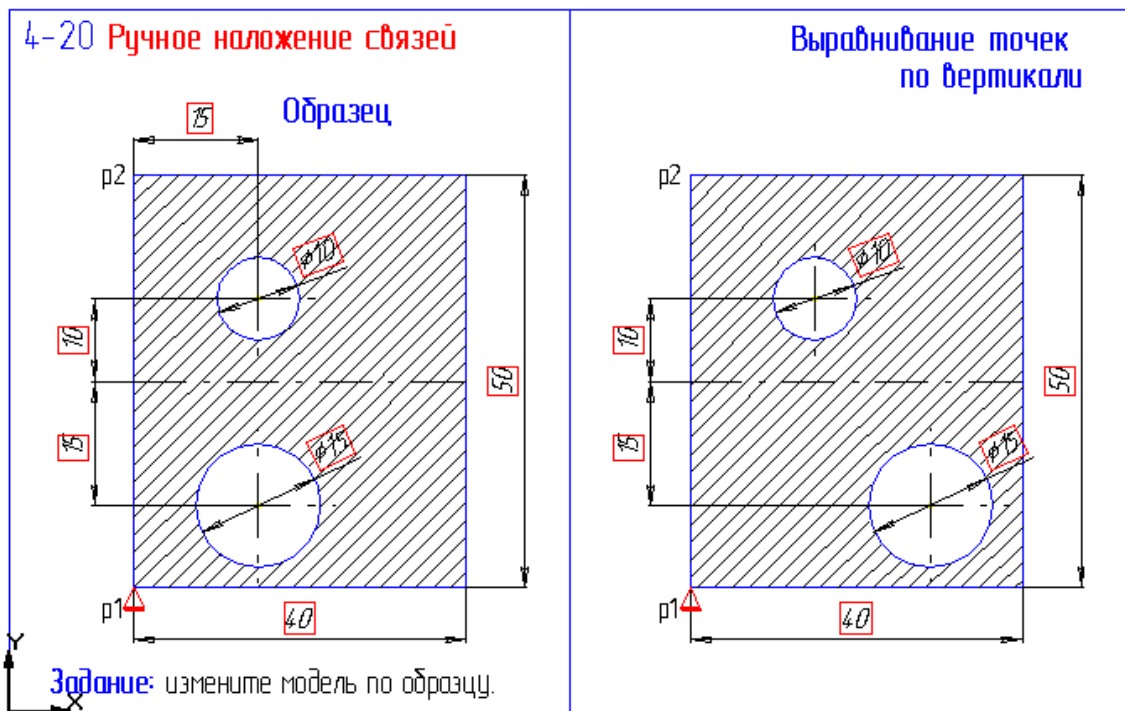

Рисунок 3.1 – До вправи № 3.1
**Вправа № 3.1:** Виконайте геометричні побудови, як показано на рис. 3.1. Забезпечте в моделі постійну рівність X-координат для точок центрів кіл. При переміщенні уздовж осі X верхнього кола повинно переміщатися і нижнє коло.